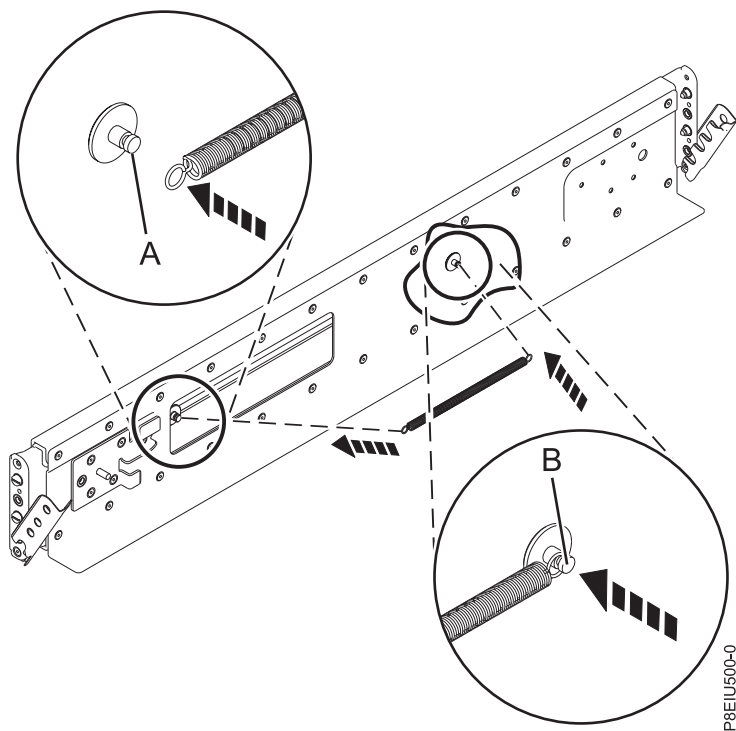

Рисунок 3. Установка пружины на направляющей
4. Установите пружину на направляющей, зацепив один конец за одну из круглых опор (A), а второй конец за другую круглую опору (B) (см. рис. 3 на стр. 6).